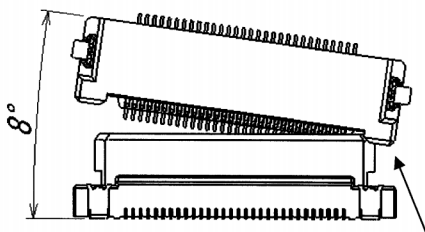
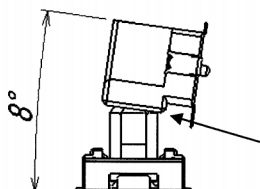

図1/ Fig.1
図2/ Fig.2
- ・誘い込み時の角度は図1~図2になりますので、記載角度以下で位置決めをして下さい（ロックさせない状態）。
Figure 1 and 2 show guiding angle. Please locate it below the described angle (Not lock) .